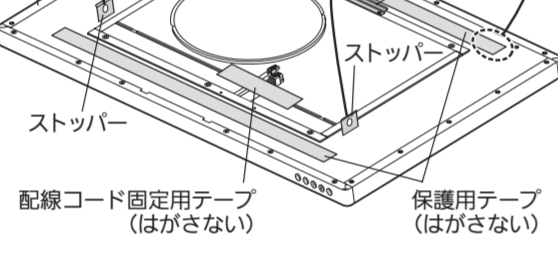

図4-6-2
2) フード前側を持ち上げ、ストッパーが本体のラッチに「カチッ」とロックされるまで持ち上げます(図4-6-2)。